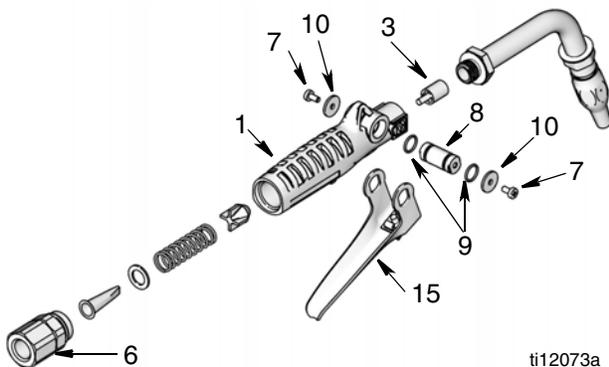

图 3
2. 如果您要更换密封件 (9)、凸轮 (8) 或推送连杆 (3)，请卸下旋转接头 (6) 和内部零件。您必须卸下凸轮才能将连杆推出阀端。
3. 卸下螺丝 (7) 和垫圈 (10)，然后卸下扳机 (15)。
4. 将凸轮 (8) 推出阀手柄 (1)。
5. 更换密封件 (9) 和 / 或凸轮 (8)。
7. 重新组装内部零件。有关正确的安装顺序和零配件方向，请参见图 3。
8. 润滑凸轮 (8) 并将其滑入阀手柄 (1)，确保凹口的朝向如图 3 中所示，且推送连杆 (3) 的大端位于凸轮的凹口中。
9. 更换螺丝 (7) 和阀座 (9)。用 15-25 英寸 - 磅 (1.7-2.8 牛·米) 的扭力拧紧螺丝。
10. 更换旋转接头 (6)。用 15-20 英尺 - 磅 (20-27 N.m) 的扭力拧紧。